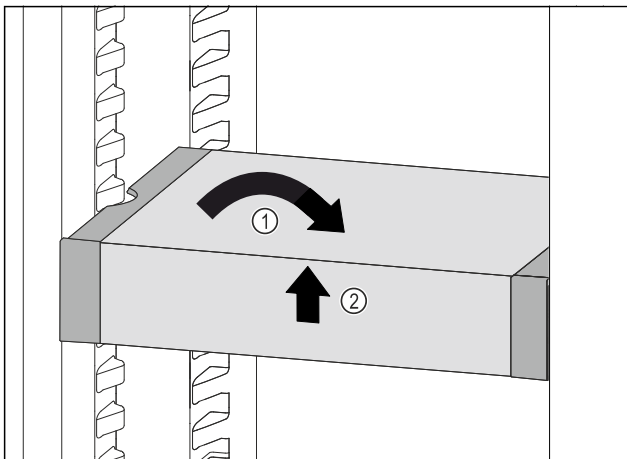

Fig. 201
- Remettre le VarioSafe droit. Fig. 201 (1)
- Soulever la partie avant du VarioSafe. Fig. 201 (2)